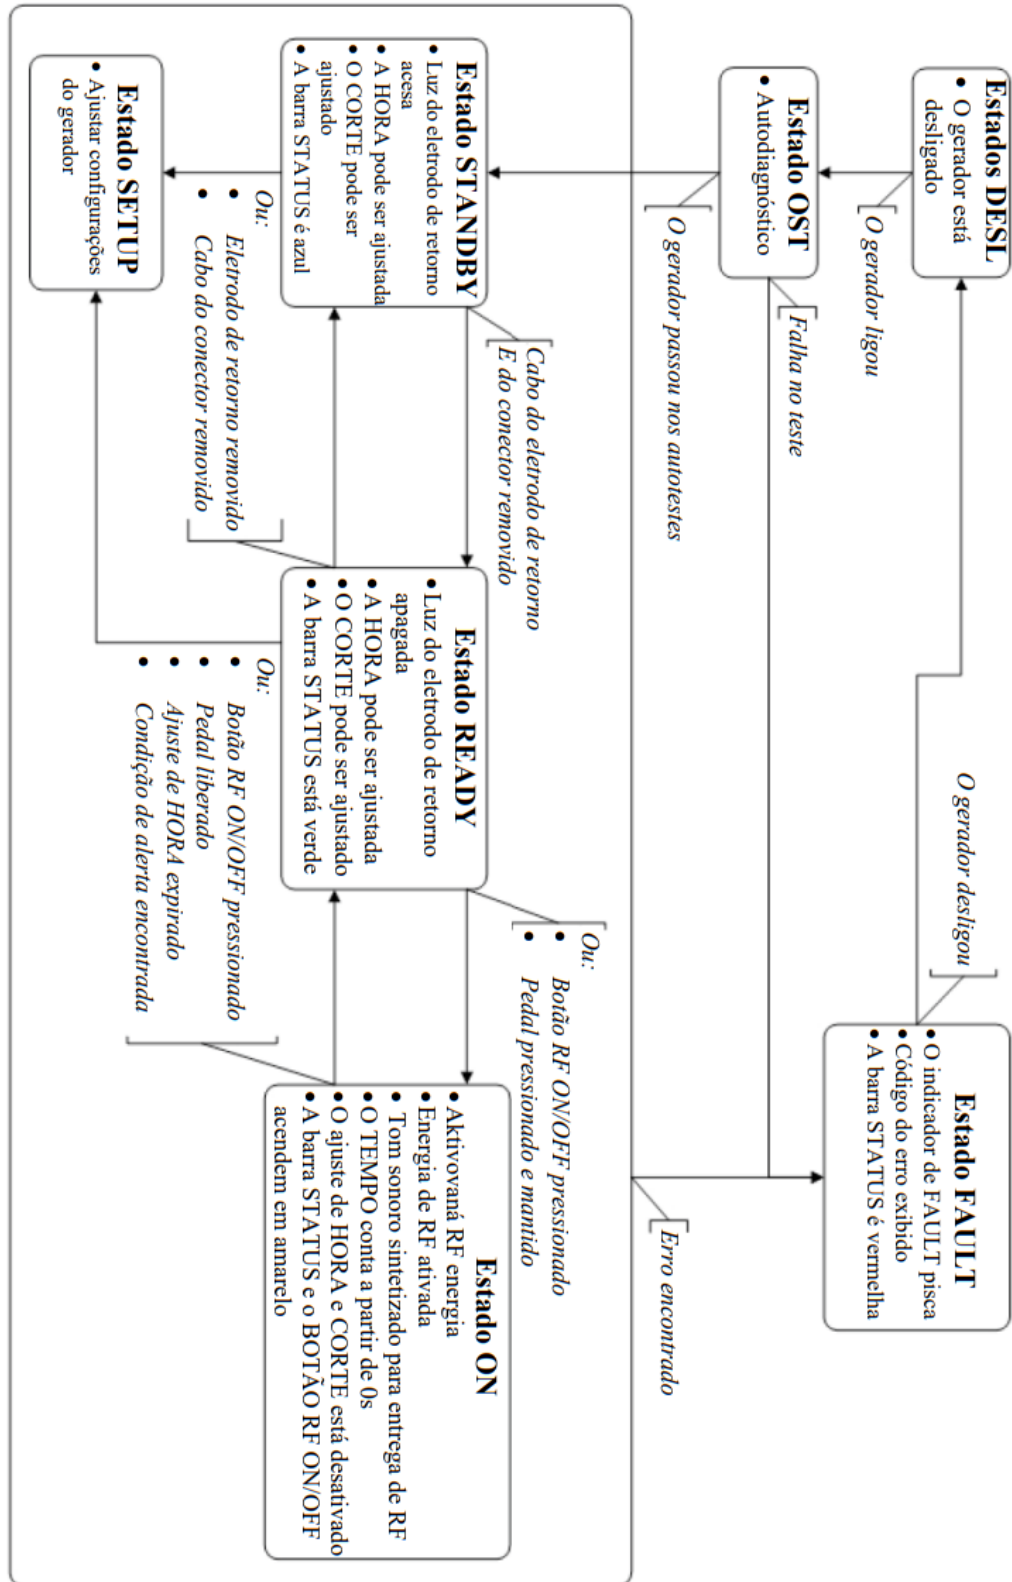

Figura 5-3 - Fluxograma dos Estados do Gerador
- (1) **Indicação de Potência AC:** Este LED verde acende-se quando o Gerador é ligado.
- (2) **Indicador de FALHA:** Este LED vermelho acende e pisca quando ocorre um ERRO do sistema. Os erros de sistema incluem falhas de autoteste, erros de proteção de hardware, erros de medição de hardware e falhas de software. A rede elétrica do gerador deve ser desligada e ligada para tentar recuperar de um erro de sistema. Consulte as instruções de utilização.
- (3) **Sensor de Luz Ambiente:** Este sensor deteta o nível de luz ambiente. A luminosidade do ecrã é automaticamente ajustada de acordo com o nível de luz ambiente (brilhante (ALTA) numa sala com luz e obscuro (BAIXA) numa sala escura).
- (4) **Indicador de Retorno do Eléctrodo de Retorno:** O LED vermelho acende-se quando um eléctrodo de retorno NÃO está conectado ao Gerador OU quando a impedância medida de um eléctrodo de retorno de monitorização (folha dupla) é superior a 150 ohm, indicando fraco contacto do paciente. Nota: Utilize apenas os eléctrodos de retorno que cumpram com ou excedam os requisitos de IEC 60601-2-2:2017.
- (5) **Barra do ESTADO:** Esta janela apresenta o ESTADO atual do Gerador. Os vários estados do Gerador e como eles estão relacionados são apresentados em Figura 5-3 - Fluxograma dos Estados do Gerador
- (6) **Janela de Configuração do TEMPO:** Esta janela apresenta a duração desejada de saída de RF (em segundos). Esta janela também apresenta as funções para as teclas suaves usadas para ajustar a definição de TEMPO.
- (7) **Teclas suaves da coluna esquerda:** Estas teclas permitem o ajuste do parâmetro. A sua função é apresentada no ecrã à direita da tecla suave, quando aplicável. Por exemplo, as setas para cima ▲ e para baixo ▼ são apresentadas quando as teclas devem ser usadas para aumentar ou diminuir uma definição.
- (8) **Janela de Configuração de CORTE:** Esta janela apresenta o modo de CORTE desejado. Os modos de CORTE são específicos ao Dispositivo RF e descritos na Seção 0. As instruções de utilização do Dispositivo de RF BMC devem ser consultadas para as definições adequadas a usar. Esta janela também apresenta a função para as teclas suaves usadas para ajustar a definição de CORTE.
- (9) **Teclas suaves da coluna direita:** Estas teclas permitem o ajuste do parâmetro. A sua função é apresentada no ecrã à esquerda da tecla suave, quando aplicável. Por exemplo, as setas para cima ▲ e para baixo ▼ são apresentadas quando as teclas devem ser usadas para aumentar ou diminuir uma definição.
- (10) **Teclas suaves da linha inferior:** Estas teclas suaves têm várias funções. A função de cada tecla é apresentada no ecrã acima da tecla suave, quando aplicável.
- (11) **Janela de Mensagem:** Esta janela apresenta mensagens informativas e funcionais quando necessário.
- (12) **Conexão do Eléctrodo de Retorno:** Esta ligação isolada do paciente é para a conexão de um eléctrodo (de retorno) dispersivo aprovado. **Utilize apenas eléctrodos dispersivos que cumpram com ou excedam os requisitos de IEC 60601-2-2:2017.** Podem ser usados eléctrodos de não monitorização (folha simples) ou de monitorização (folha dupla).
- (13) **Ligação do Cabo Conector:** Esta ligação isolada do paciente é para a conexão do cabo conector de RFP-100A. O utilizador deve consultar as instruções de utilização do Dispositivo RF para seleccionar o modelo de cabo conector apropriado.
- (14) **Indicador e Botões RF ON/OFF:** Quando prime e solta, este botão inicia o fornecimento de tensão de RF quando o Gerador está no estado PRONTO. Este botão conclui o fornecimento de tensão de RF quando o Gerador está no estado ON. O indicador no botão acende-se a amarelo quando o Gerador está no estado ON.
- (15) **Porta USB (lateral):** Quando uma pen de memória USB é conectada, os dados de tratamento dos últimos vinte 20 fornecimento de tensão de RF são descarregados. Quando conectado à esquerda, os dados de fornecimentos subsequentes de RF são descarregados numa base por tratamento.